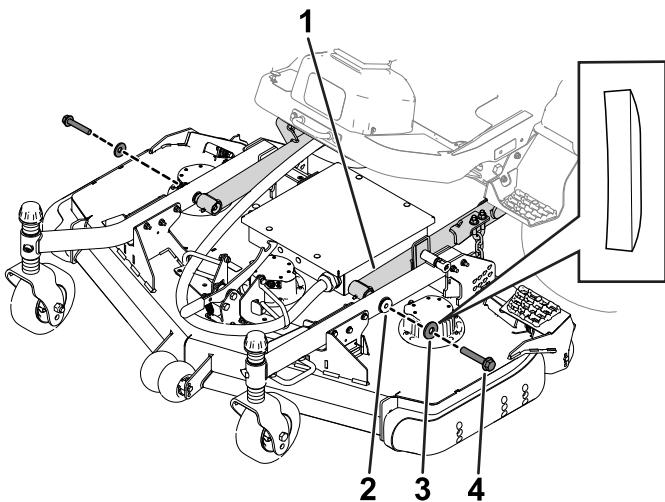

Figure 19
4. Retirez les boulons et rondelles qui fixent les bras de levage aux bras pivotants (Figure 19).